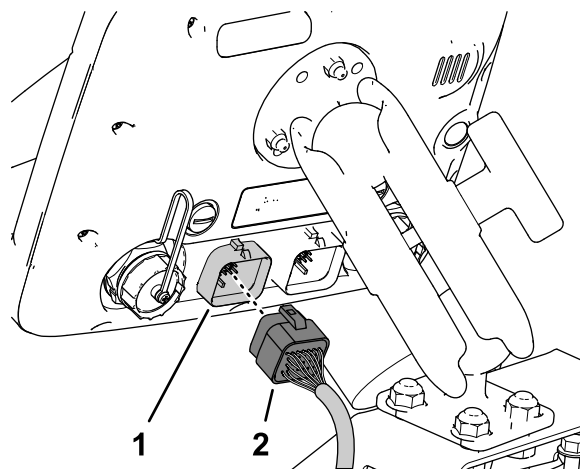

图 205
- 将数据线束的 26 插槽接头与打药机控制器的 26 针接头对齐然后将插槽接头压入插针接头直至接头牢固卡紧 图 205。